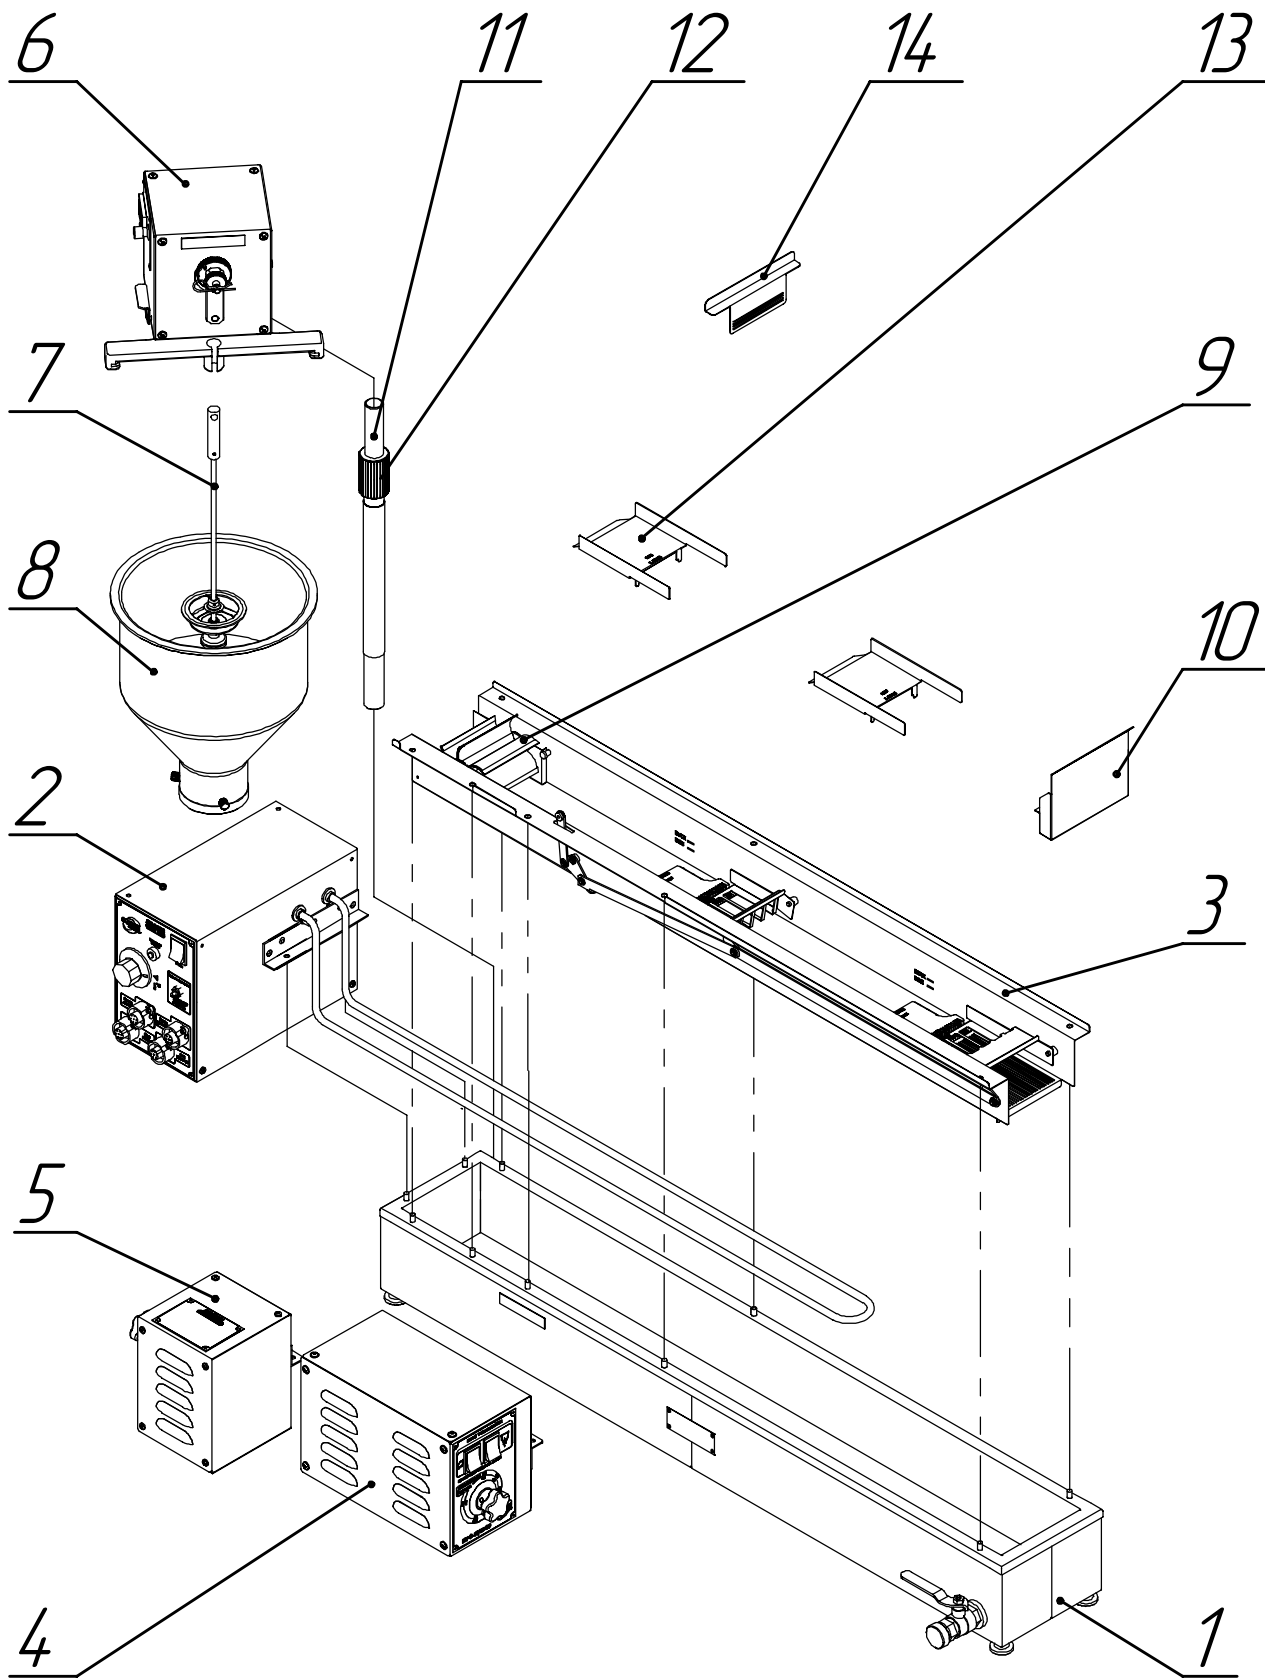

Рис. 1
Автомат пончиковый ПРФ-11/1200 состоит из следующих частей (рис.1):
Автоматическое формование пончиковых заготовок осуществляет дозатор, состоящий из бункера для теста (8) (рис.1), электромеханического привода (6) и поршня (7), который выдавливает из бункера тестовую заготовку в форме минипончика в жарочный бак (1). Массу минипончика можно регулировать механизмом регулировки массы, который находится на выходном валу привода дозатора.